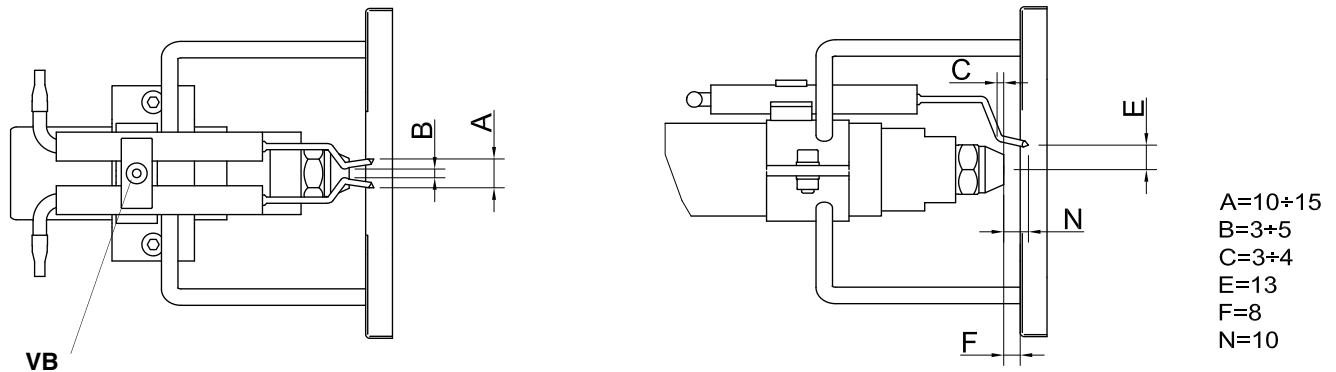

Fig. 17
- 4 per sostituire gli elettrodi, svitare le viti di fissaggio **VB** dei due elettrodi e sfilarli: inserire i nuovi elettrodi e prestare attenzione alle quote indicate in mm a Fig. 17; procedere al rimontaggio seguendo la procedura inversa.